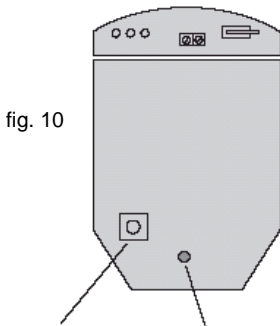
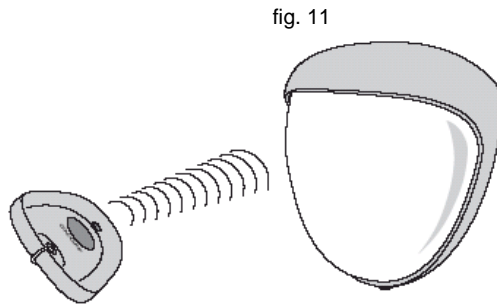

fig. 10
fig. 11
- De gebruiker kan individueel een aantal configureerbare instellingen programmeren zoals in de programmeringstabel is geïllustreerd. Fabrieksinstellingen worden als gearceerde vakken getoond. Wijzigingen op de bestaande instellingen kunnen gemakkelijk worden gemaakt. Om weer terug te keren naar de fabrieksinstellingen kan simpelweg de voeding van de detector worden weggenomen, de programmeertoets (fig. 10) ingedrukt houden terwijl de detector tijdelijk op voeding wordt aangesloten: ofwel vóór de installatie, met een PP3 batterij, of door ter plaatse 12 volt op de unit aan te sluiten.
- 1) Druk op de programmeertoets als weergegeven in fig. 10 (of sleutelhangerknop getoond in fig. 11, 12) voor het nummer van de optie die moet worden veranderd d.w.z. één keer voor bereik, twee keer voor pulstelling, drie keer voor LED, vier keer voor Lux, vijf keer voor contacten & zes keer voor de timer.
OPMERKING: Wanneer er voeding op de **D-TECT**® wordt aangesloten dan heeft de gebruiker een maximale tijd van 5 minuten om met gebruikmaking van de IR sleutelhanger te starten. De timer kan worden gereset door ofwel de programma knop in te drukken zoals wordt weergegeven in fig.10 dan wel door de voeding naar de **D-TECT**® te verwijderen en daarna opnieuw aan te sluiten